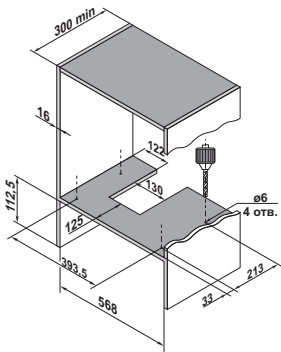

Рис. 2
2. Выполните отверстия в шкафу согласно эскиза для выбранного варианта установки. (Рис. 2)